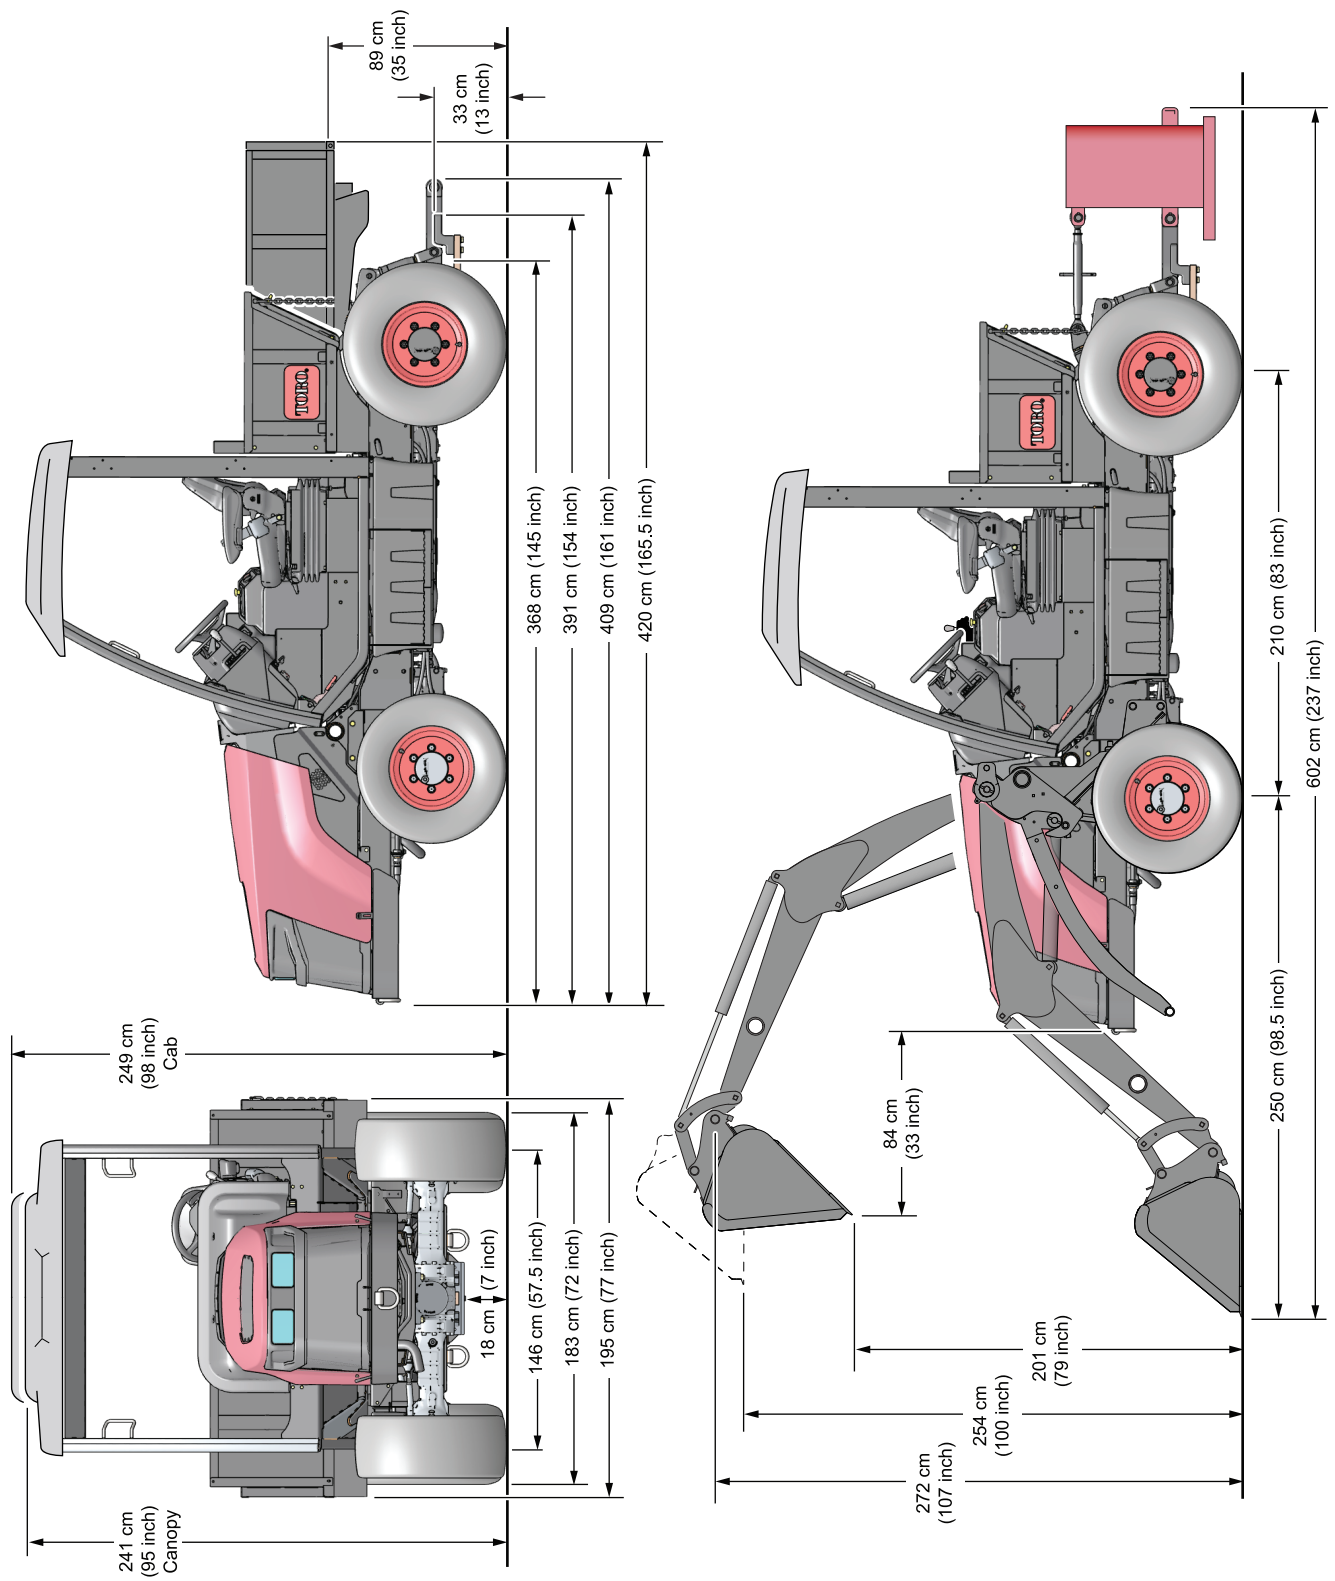

Bild 16
- Die Außenmaße der Maschine entnehmen Sie bitte Bild 16.